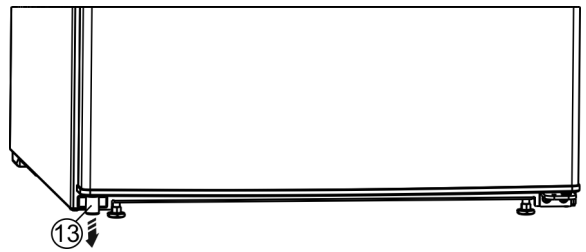

Fig. 4
► Извлеките распорную деталь Fig. 4 (13) из двери внизу слева.